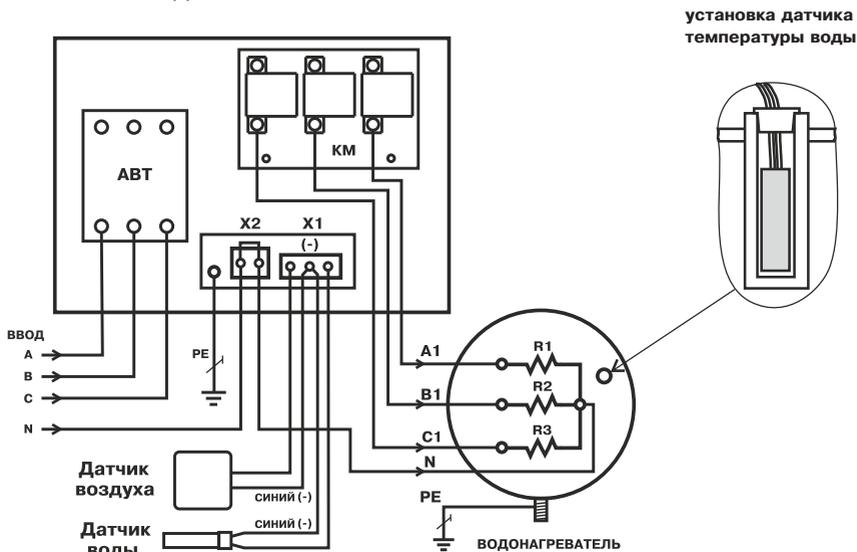

Рис.2 Схема подключения панели управления
5.2. Эксплуатация панели должна осуществляться только при условии ее подключения в соответствии со схемой подключений (Рис.2).
6.3. Подключить панель к питающей сети кабелем соответствующего сечения исходя из номинальной мощности электроводонагревателя согласно схеме подключений Рис.2 настоящего паспорта. Если используется одножильный медный провод, то необходимо тщательно зачистить и облудить присоединяемые концы. При использовании многожильного кабеля его концы необходимо тщательно зачистить и обжать контактным наконечником.
6.4. При подключении панели ПУ ЭВТ-И1 к однофазной сети переменного тока необходимо соединить вместе клеммы А,В,С вводного автомата и подключить их к фазному проводу питающей сети. Нулевой провод питающей сети подключается согласно схеме Рис.2.
6.5. Установить датчик температуры воды, выполненный в виде гильзы из нержавеющей трубки, в специальное герметичное отверстие в водонагревателе. Для этого необходимо извлечь защитную пробку из отверстия, поместить в него датчик до упора и зафиксировать его пробкой, входящей в комплект датчика, (см.Рис.2). Датчик температуры воздуха необходимо установить в помещении на высоте 1.4 - 1.5 м от пола, исключив прямое воздействие на него потоков воздуха от нагревательных приборов, вентиляторов и т.д.. Нагрев корпусов датчиков при монтаже не должен превышать их максимальную рабочую температуру. Подключить датчики к монтажной колодке Х1 в соответствии со схемой Рис.2, обращая особое внимание на полярность датчиков. Провода датчиков синего цвета, помеченные знаком (-) подключаются на среднюю клемму колодки Х1. Датчики подключаются медными проводами сечением 0.5- 0,75кв.мм необходимой длины. При длине провода более 10 метров желательно использовать провода свитые в пары (не более 50 метров).
6.6. Подключить панель к электроводонагревателю согласно схеме подключений Рис.2 кабелем соответствующего сечения исходя из номинальной мощности электроводонагревателя.
6.7. Выполнить заземление (защитное зануление) корпуса панели в соответствии со схемой подключений Рис.2 .